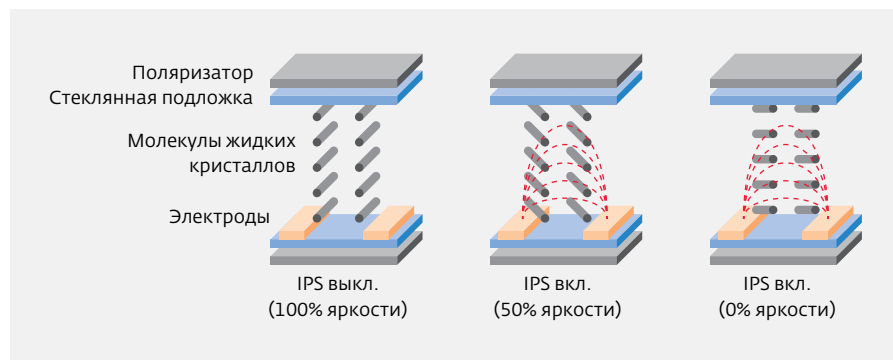

Рис.5. Схема работы IPS-матрицы
Несмотря на название, матрицы AMVA не имеют отношения к матрицам с гомеотропной (VA) ориентацией жидких кристаллов. Наоборот, эта технология – дальнейшее развитие альтернативной схемы расположения жидких кристаллов – IPS-матрицы (In Plane Switching). Схема IPS-матрицы представлена на рис.5.